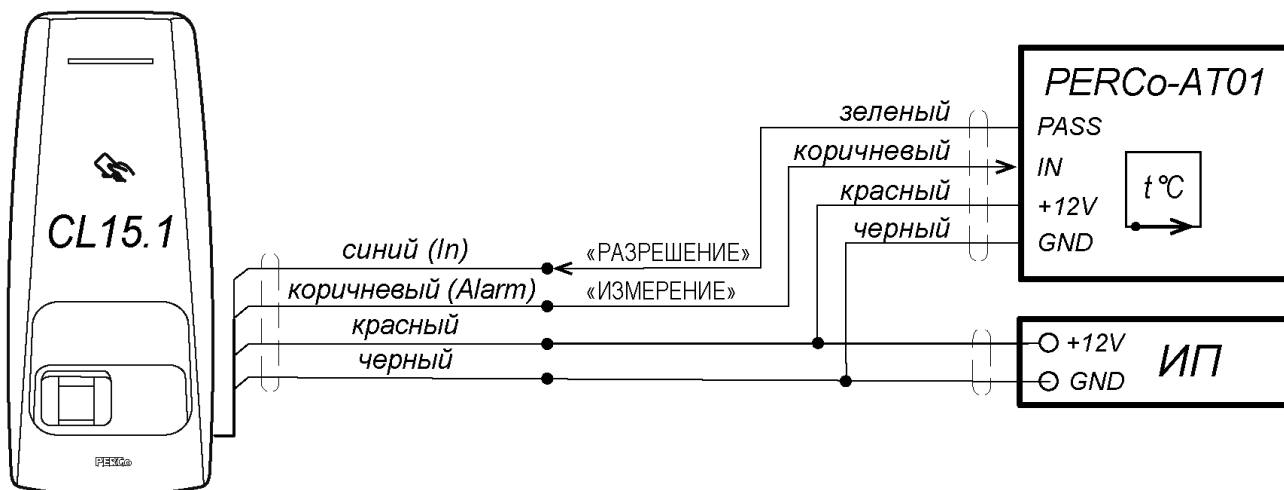

Рисунок 12. Схема подключения к контроллеру *PERCo-CL15.1* пирометра *PERCo-AT01*
1. **Отсутствуют сетевые настройки в компьютере** – установите IP-адрес и маску подсети компьютера. Контроллер при этом должен быть подключен либо непосредственно к сетевому разъему сетевой карты компьютера, либо к тому же Hub/Switch, в который включен компьютер (см. рис. 12).